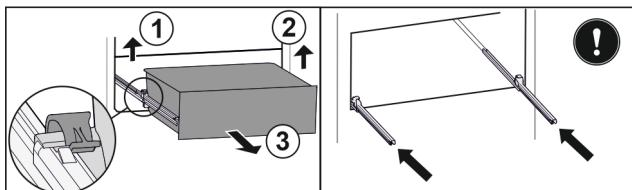

Fig. 84
- Podignite lijevu stezaljku i istovremeno izvucite ladicu lijevo prema naprijed. Fig. 84 (1)
- Podignite desnu stezaljku i istovremeno izvucite ladicu desno prema naprijed. Fig. 84 (2)
- Izvadite ladicu prema naprijed. Fig. 84 (3)